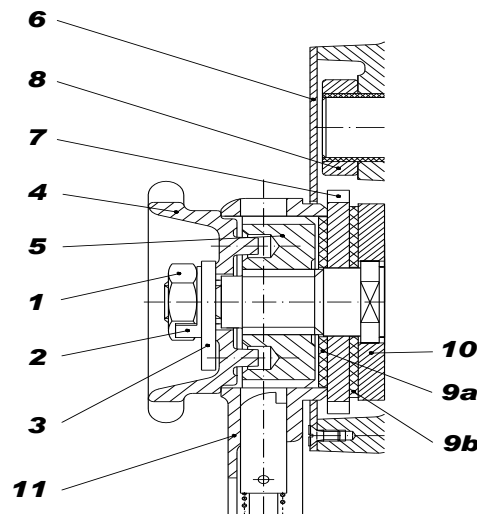

Abb.11.3-Montage der Bremse
3. Bremseinlagen, Klinkenrad und Stützunterlegscheibe (Pos.9a, 9b,7 und 10 auf Abb.11.3) mit Drahtbürste reinigen und deren Zustand überprüfen.